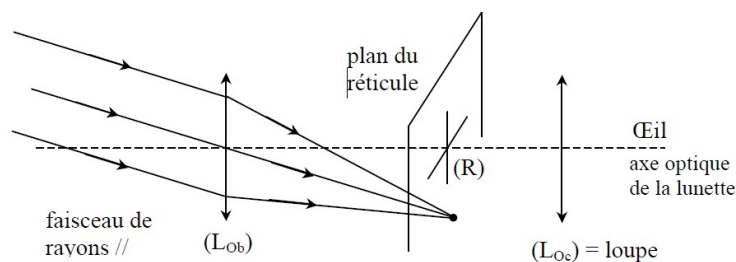

Figure 2 : Lunette de visée
- La lunette est constituée d'un réticule (R) (il s'agit d'une croix) et de 2 lentilles convergentes : un objectif (L_{Ob}) et un oculaire (L_{Oc}). (L_{Oc}) sert de loupe pour observer (R) sans fatigue et (L_{Ob}) sert à faire converger un faisceau de rayons // dans le plan de (R) qui doit donc être placé dans le plan focal image de (L_{Ob}) (figure 2).